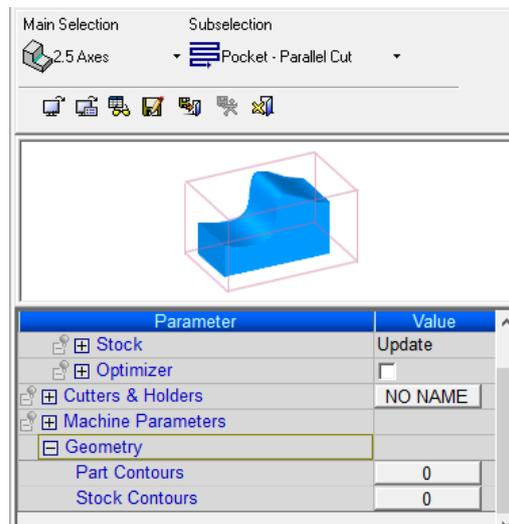
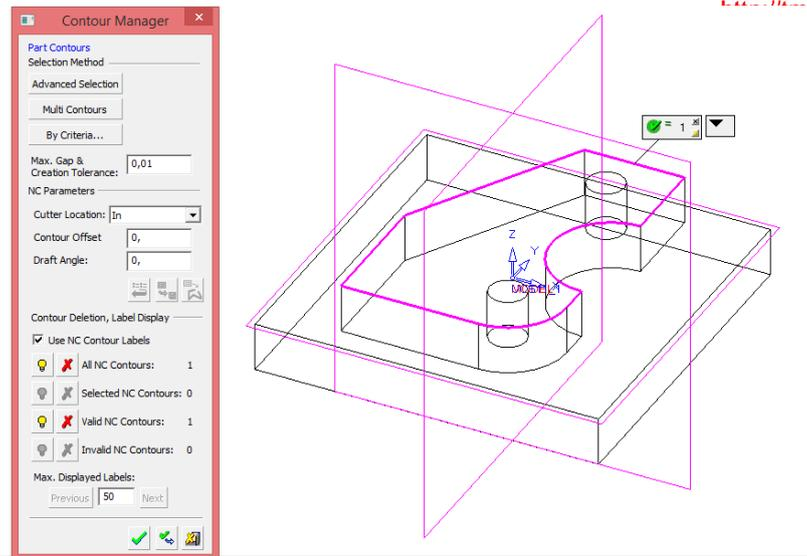
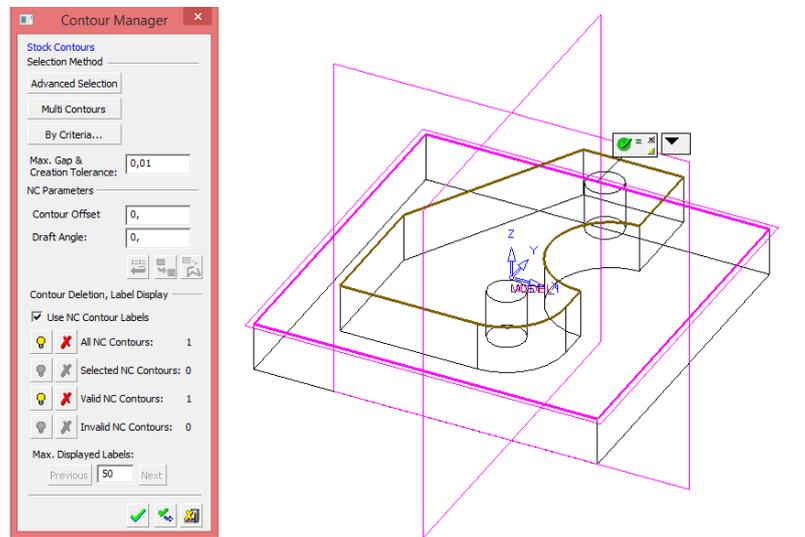
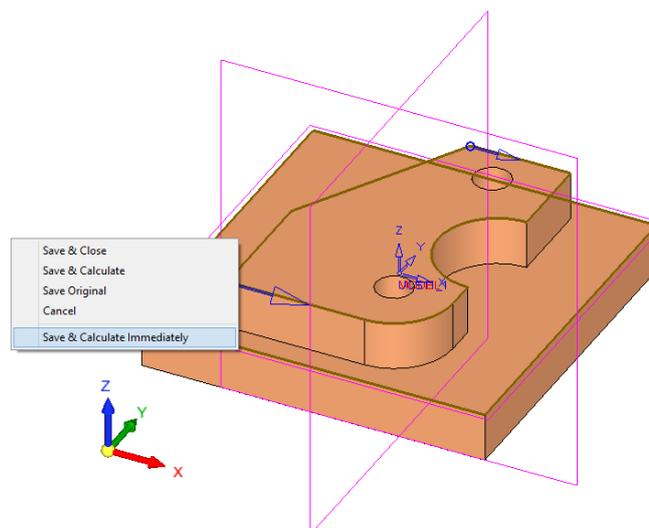

Рисунок 17 – Вкладка «Геометрия»
Рисунок 18 – Контур детали
Рисунок 19 – Контур заготовки
Рисунок 20 – Кнопка «Сохранить и рассчитать немедленно»
3.6 Выполним моделирование черновой обработки. В боковом меню нажмем кнопку «Процедура» (или Технологический процесс) (рисунок 14). В открывшемся окне выберем в пункте «Главный выбор» «2,5 осевая» и в пункте «Дополнительный» «Параллельное резание» (рисунок 15). Далее откроем вкладку «Параметры движения», а из выпавших подвкладок выберем «Траектория инструмента» и установим верхние и нижние границы обработки по оси Z, а так же шаг, на который будет инструмент опускаться по оси Z (рисунок 16). Откроем вкладку «Геометрия» (рисунок 17) и нажмем «Контур детали» и выберем контур детали (рисунок 18). В окне «Менеджер контура» нажмем «ОК». Далее во вкладке «Геометрия» выберем «Контур заготовки» и выделим контур заготовки (рисунок 19) и нажмем «ОК». После этого, нажмем ПКМ и из контекстного меню выберем «Сохранить и Рассчитать немедленно» (рисунок 20). Результат расчета представлен на рисунке 21. Вид сверху с траекторией обработки представлен на рисунке 22.